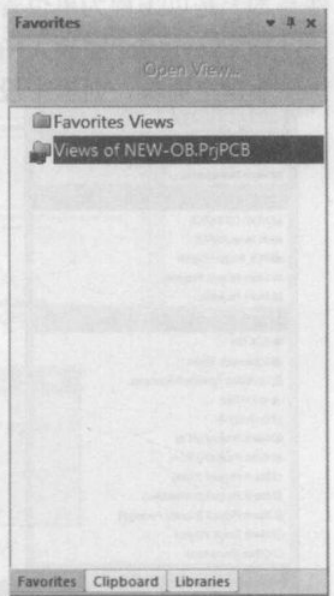

图 1-1-15 激活 Favorites 面板
(4) Favorites 面板。该面板的功能是收藏常用的元器件、原理图或 PCB 等文件快捷方式，便于用户快速访问这些文件。例如，在图 1-1-12 中打开了工程中的一张原理图，单击 Favorites 面板标签后激活 Favorites 面板，如图 1-1-15 所示。